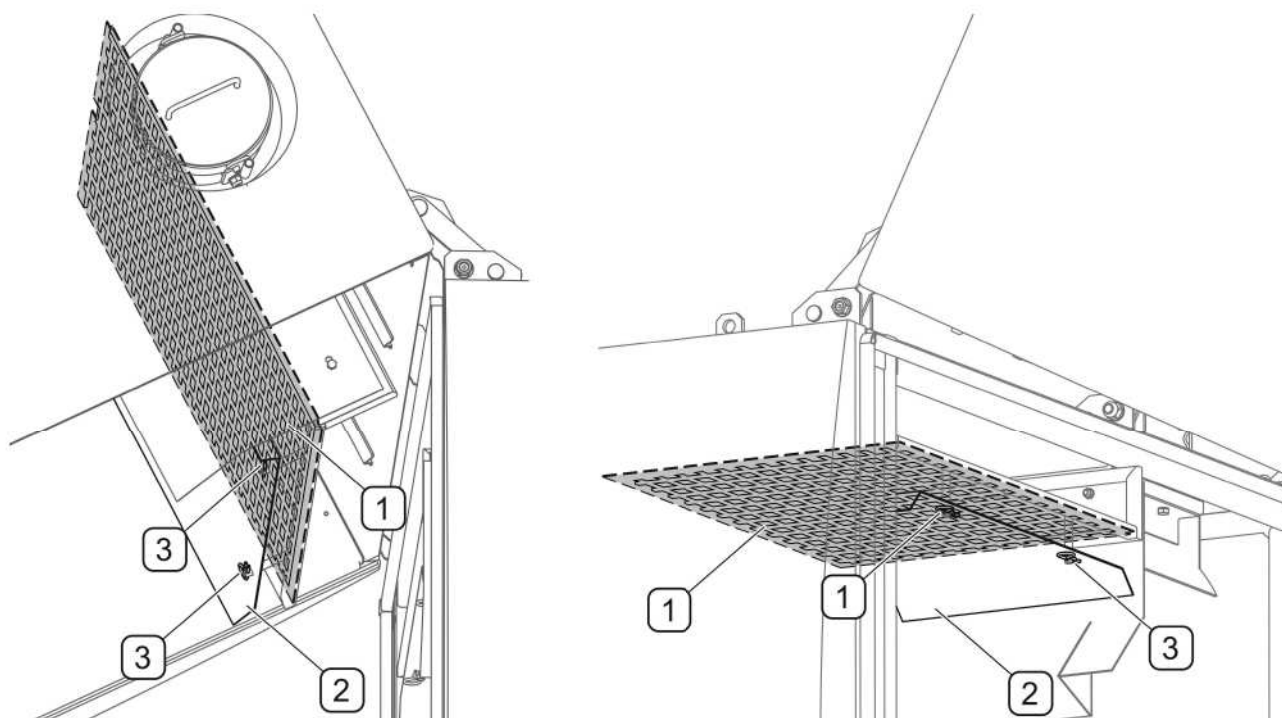

РИСУНОК 5.33А Решетки в бункере для мусора
Регулярно проверяйте чистоту сит в бункере для мусора (РИСУНОК 5.33А). Для доступа к ситам необходимо открыть бункер. Заблокировать бункер в открытом положении (РИСУНОК 5.5А). Чтобы облегчить доступ к ситам (РИСУНОК 5.33А), рекомендуем вынуть страховочные шплинты (3) и снять щитки (2). Очистить сита струей воды под давлением. После очистки установить щитки (2) на место и зафиксировать шплинтами (3). Необходимо обращать внимание на то, чтобы устанавливать щитки прогибом вниз. Рекомендуется очищать уплотнение бункера каждый раз после его опорожнения от мусора. Прежде чем закрыть бункер, не забудьте снять установленные ранее блокировки (РИСУНОК 5.5А).